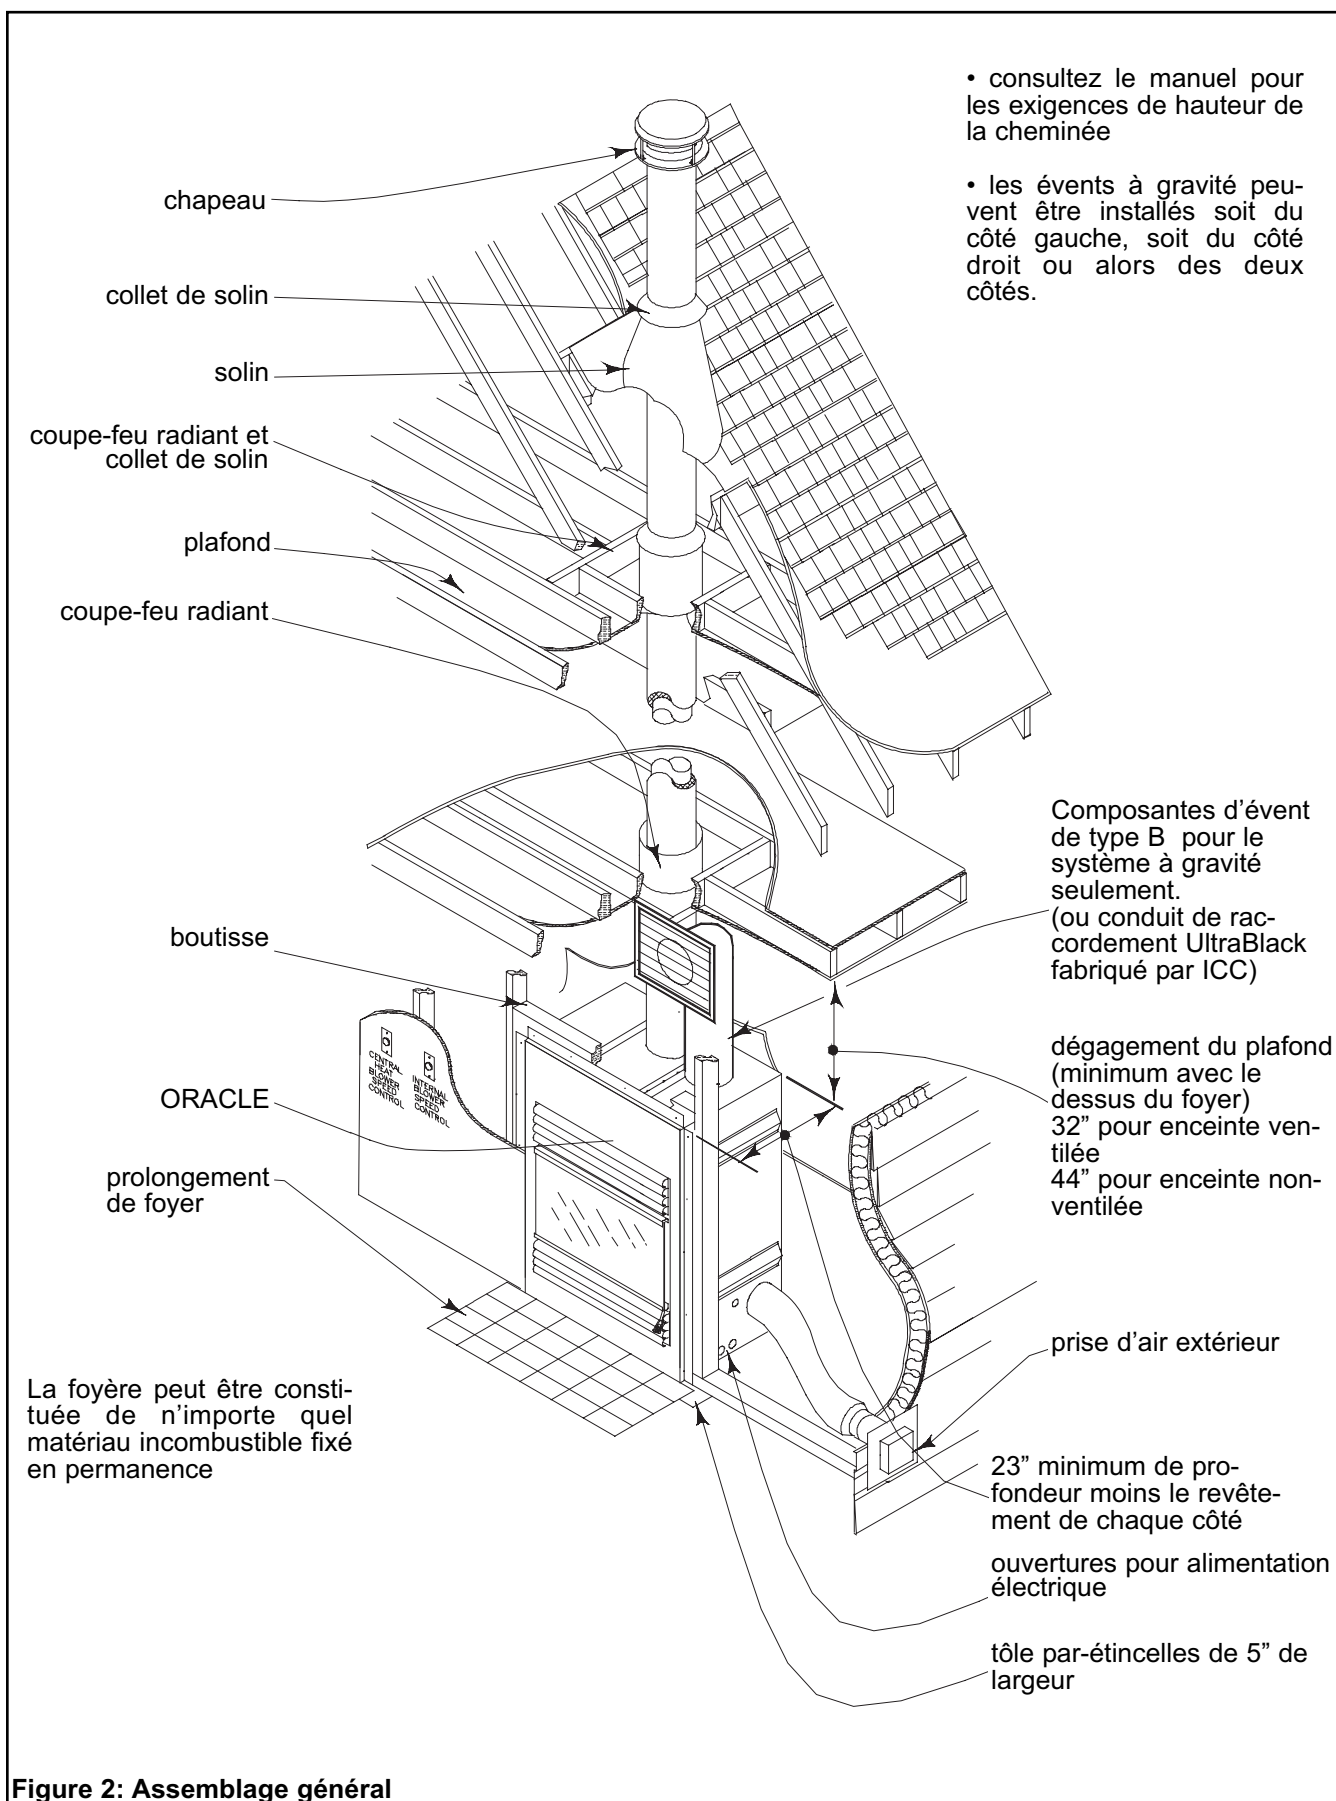

Figure 2: Assemblage général
Si l'espace entre le dessus du foyer et les solives du plafond est inférieur à 44", l'encloisonnement autour du foyer DOIT être ventilé. Faire un trou de 3" x 10" minimum à 1' du plancher et du plafond, afin de permettre une circulation d'air dans l'encadrement du foyer afin de réduire l'augmentation de la température. Ces trous peuvent être placés verticalement ou horizontalement. En aucun temps la distance entre le dessus du foyer et le premier coupe-feu ne doit être inférieure à 32" (voir Figure 2).
1. Trouvez un emplacement pratique pour le conduit et l'auvent. L'auvent peut être au-dessus ou au-dessous du niveau du plancher (voir Figure 2).